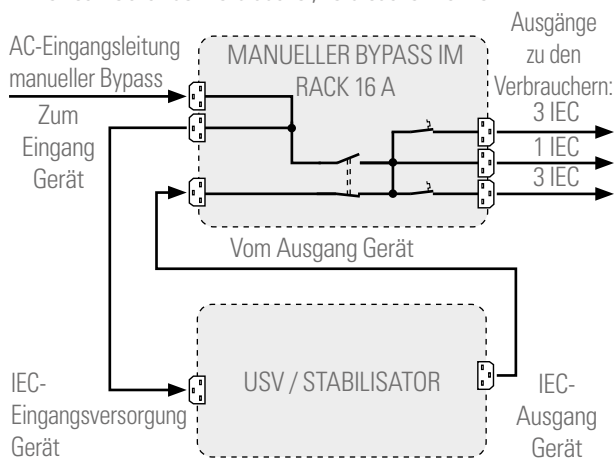

Abb. 3. Anschluss der USV an den Bypass mit 3 kVA.
- Diesbezüglich zeigen die Abb. 1 und 2 die Blockschemata beider in den Darstellungen der Abb. 3 und 4.